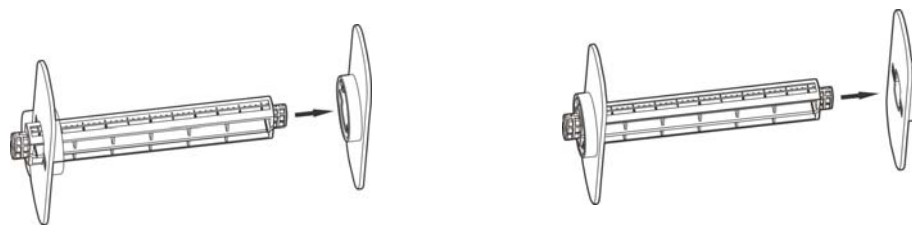
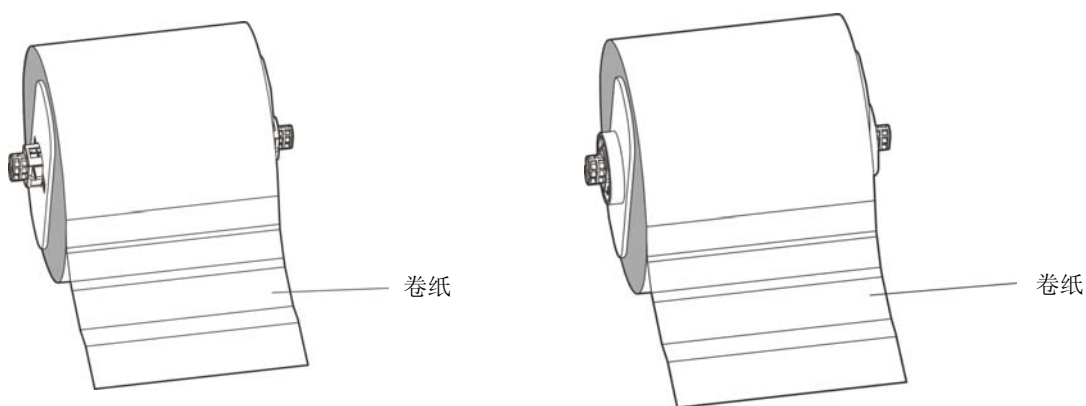

图 4-3 取出右纸宽限位板
图 4-5 卷纸装好在托纸轴
3. 先将右纸宽限位板拆开（如图 4-3 所示），再将卷纸以纸头在上面向前拉出的方向装入托纸轴，然后用左右纸宽限位板将卷纸固定于托纸轴中间，请勿压得太紧（如图 4-5 所示）。